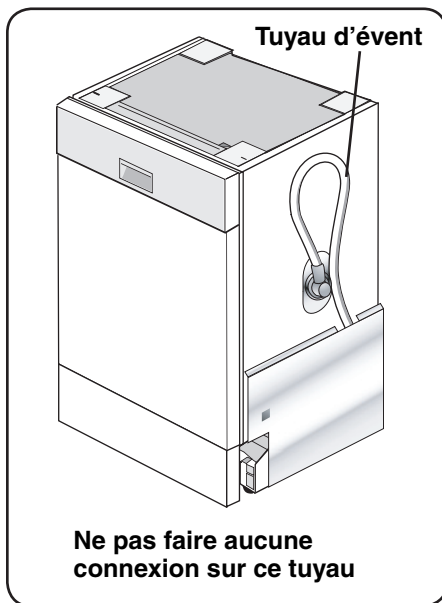

Figure 29
- Le tuyau de la figure 29 est un événement. L'extrémité de ce tuyau doit être laissée à la base du lave-vaisselle. Ne pas faire de connexions sur ce tuyau.